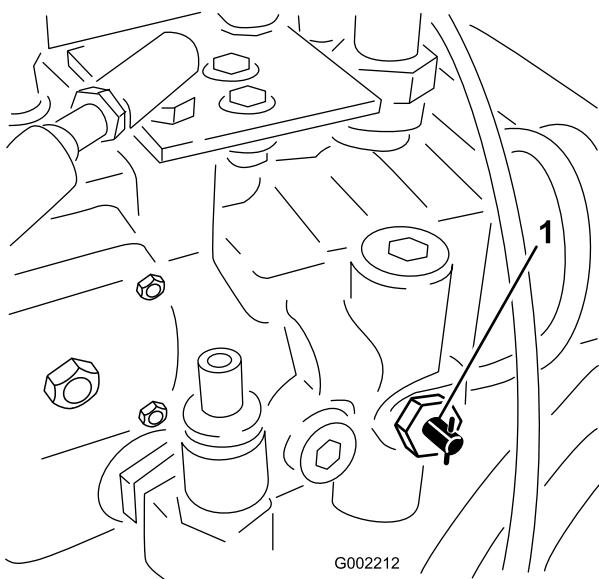

図 26
1. 牽引用バルブ（図 26）を左または右に 90 度回転させて開きます。